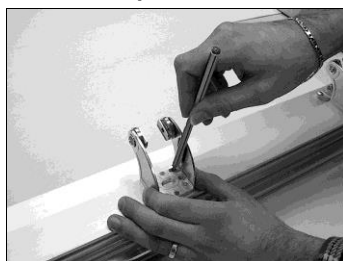

Fig. 2
- B. Colocar el estribo portamotor sobre el borde del bastidor y marco en la parte fija en coincidencia con la señal de línea de centro y trazar los cuatro agujeros de fijación (Fig. 2).
- B. Colocar el estribo portamotor sobre el borde del bastidor y el marco en la parte móvil en coincidencia con la señal de línea de centro y trazar los cuatro agujeros de fijación (Fig. 2).